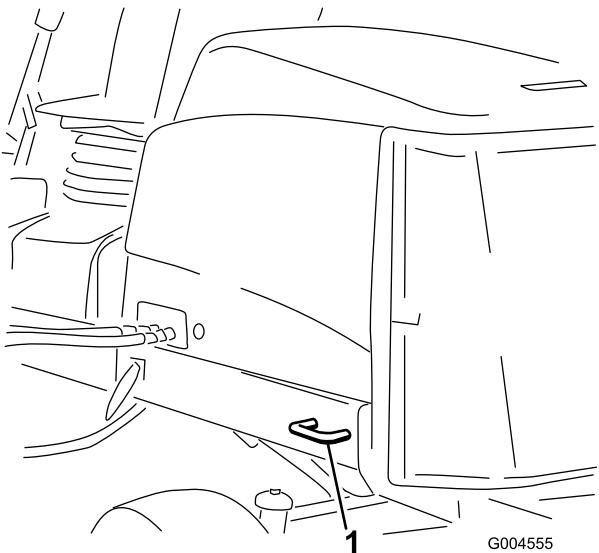

Figura 66
- **Parte trasera de la máquina** – a cada lado de la máquina, en el bastidor trasero (Figura 66).